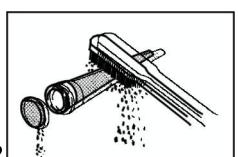

Рис.32
4. Очистите искрогаситель металлической щеткой (рис. 32).